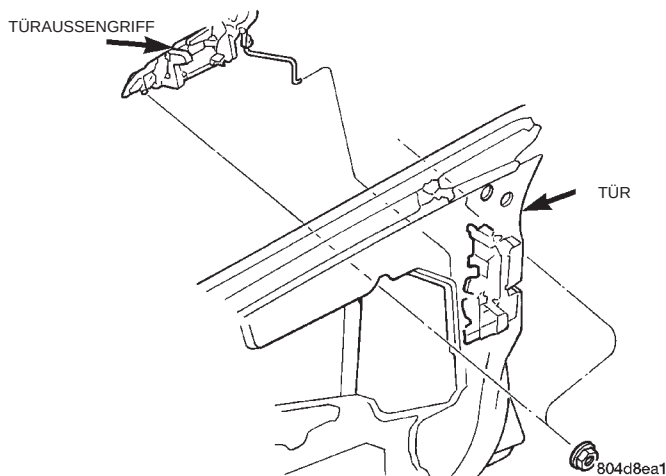

Abb. 35 Türaußengriff
(1) Türverkleidung abbauen.
(2) Scheibe anheben.
(3) Nach Bedarf die Wasserschutzfolie abziehen, um einen besseren Zugang zu ermöglichen.
(4) Verbindungsgestänge der Türverriegelung aus der Türverriegelung aushängen.
(5) Haltemuttern lösen, mit denen der Türgriff am Türaußenblech befestigt ist (Abb. 35).
(6) Türgriff vom Fahrzeug abbauen.